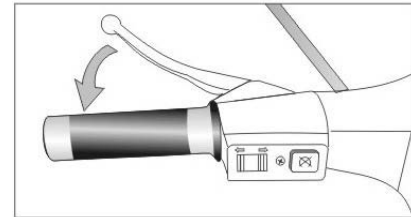

Abb. 16
5.1 **Hinterradbremse:** Wirkt auf das Hinterrad. Den Bremshebel mit der Hand zum linken Griff drücken, um die Bremse zu betätigen (Abb. 16).